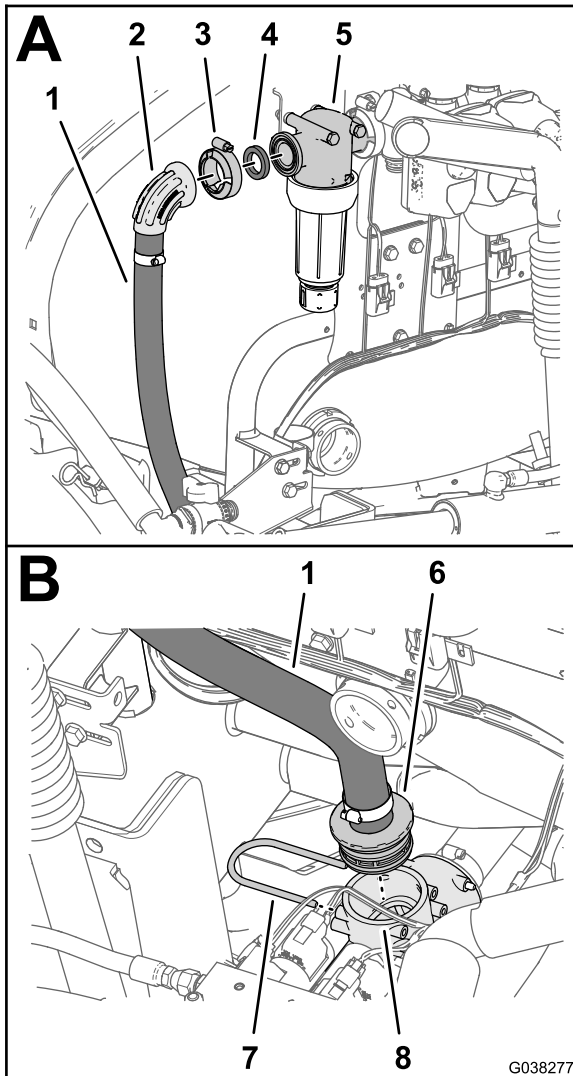

Figura 70
1. Alinee el codo bridado de 90° de la manguera de alimentación del fumigador (2,5 cm x 73 cm) y una junta (1" x 1 3/8") con la brida de la cabeza del filtro (Figura 70).
2. Conecte provisionalmente la manguera de alimentación del fumigador y la junta a la cabeza del filtro (Figura 70) con una brida de fijación (40–64 mm).
4. Conecte el acoplamiento dentado recto de la manguera de alimentación del fumigador al acoplamiento en T delantero izquierdo (Figura 70).
7. Apriete la brida de fijación que sujeta el codo bridado de 90° de la manguera de alimentación del fumigador a la cabeza del filtro (Figura 70).